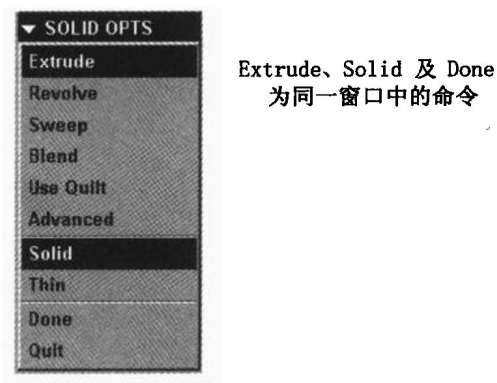

图 3
5. | (例如: Extrude | Solid | Done): 同一窗口中的命令 (见图 3)。